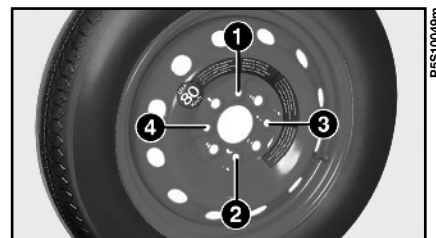

fig. 6
16) Serrer à fond les boulons, en passant de l'un à l'autre par passes croisées, en suivant l'ordre représenté sur la **fig. 6**.